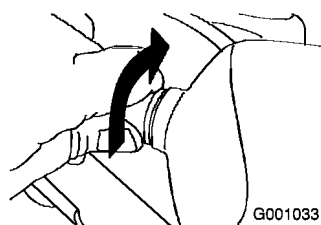

Figure 58
2. Tournez l'embase de l'ampoule dans le sens anti-horaire jusqu'à la butée (Figure 58).